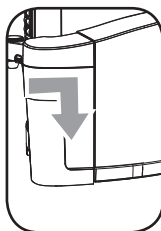

Fig.2
- 2- Fissare la caraffa alla macchina spingendola leggermente verso il basso finché non scatta in posizione (Fig.2).